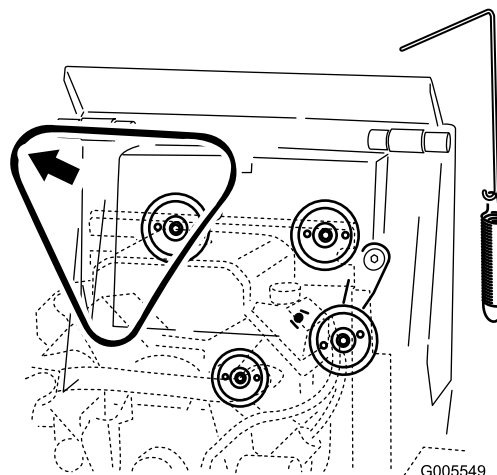

Figure 45
5. Enlevez la courroie des trois poulies (Figure 45).